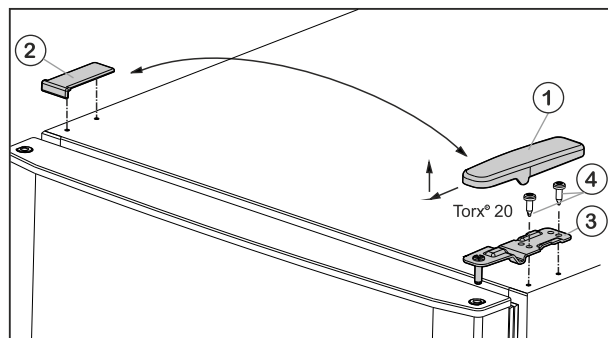

Fig. 6
- Wyjąć osłonę Fig. 6 (1) do przodu i do góry.
- Podnieść osłonę Fig. 6 (2).
- Odkręcić górną płytkę zawiasu Fig. 6 (3) (2 razy Torx® 20) Fig. 6 (4) i wyjąć ją do góry.
- Włożyć w drzwi górną płytkę zawiasu Fig. 6 (3) po nowej stronie zawiasów.
- Dokręcić górną płytkę zawiasu (z siłą 4 Nm) (2 razy Torx® 20) Fig. 6 (4). Ewentualnie użyć wkrętarki akumulatorowej.
- Założyć osłonę Fig. 6 (1) od zewnątrz odpowiednio po przeciwległej stronie i zazębnić.
- Założyć osłonę Fig. 6 (2) od góry odpowiednio po przeciwległej stronie i zazębnić.